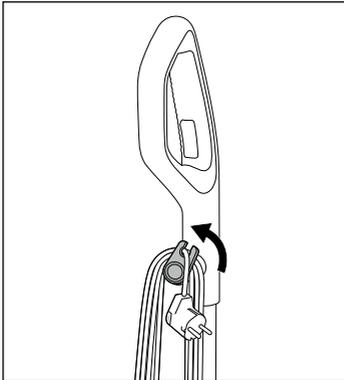

Fig. 43
- ◆ Sortez légèrement le support de cordon supérieur **16** et tournez-le à nouveau vers le haut (voir fig. 43).